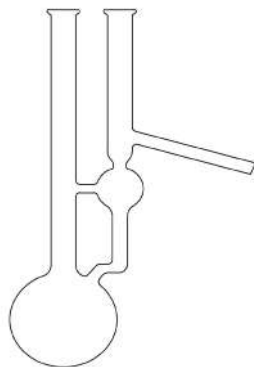

Рис. 26. Колба Арбузова
10. **Колба Арбузова** (рис. 26) — перегонная колба, усовершенствованная колба Кляйзена с шарообразным утолщением боковой горловины и добавочной трубкой. Утолщение играет роль дефлегматора и вместе с трубкой обеспечивает возврат жидкости при внезапном вскипании.